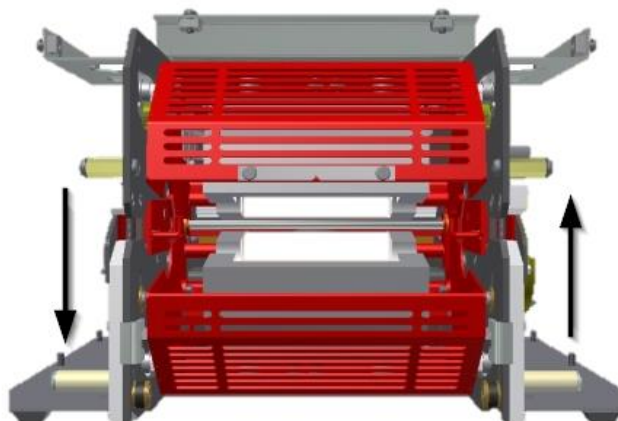

Abb. 69 : Šildymo kameros atstumas
- Atsukite gnybtinį varžtą (3) (Abb. 69, 101 psl.) bei laikiklio bloką ir ištraukite artėjimo jutiklį.
- Atjunkite nuo PCB valdymo sistemos kištukines jungtis **J14** (1) ir **J16** (2).
- Vėl įkiškite kištukines jungtis **J14** (1) ir **J16** (2).